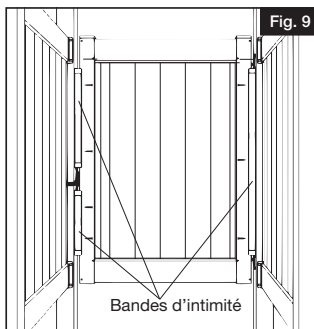

Fig. 9
- Place privacy strips on inside of posts so that they are flush with the door when the door is closed. (Fig. 9).
- Placer les bandes d'intimité sur l'intérieur des poteaux de manière à ce qu'elles affleurent la barrière lorsque la barrière est fermée (Fig. 9).
- Colocar las franjas de privacidad en el interior de los postes para que queden a ras de la puerta cuando la puerta está cerrada. (Fig. 9).